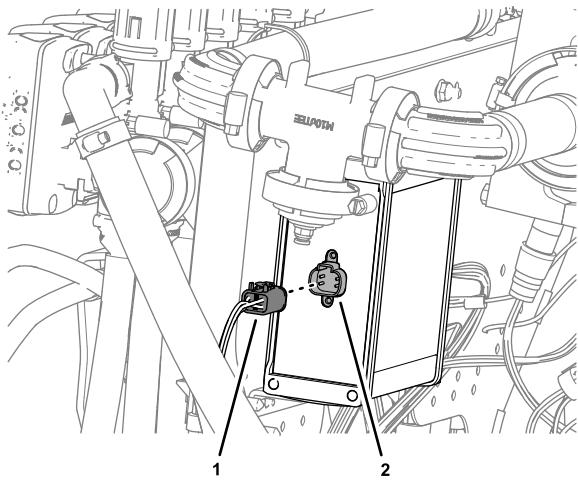

图135
4. 将标有至 ASC 10 的 4 插槽接头插入 ASC 10 喷洒控制器的 4 针接头 图135。